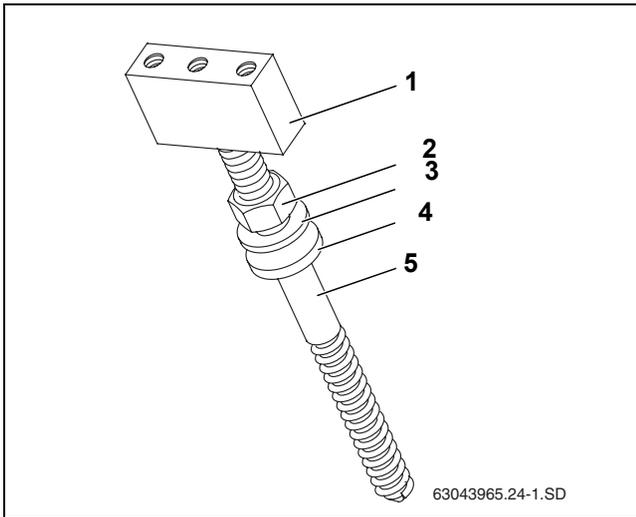

Bild 22 Reihenfolge Stockschraben-Montage
- ▶ Beim Montieren der Stockschrauben die Reihenfolge der einzelnen Teile beachten (Bild 22).
- ▶ Haltebock (Bild 22, [1]) bis zum Anschlag auf die Stockschraube (Bild 22, [5]) drehen.